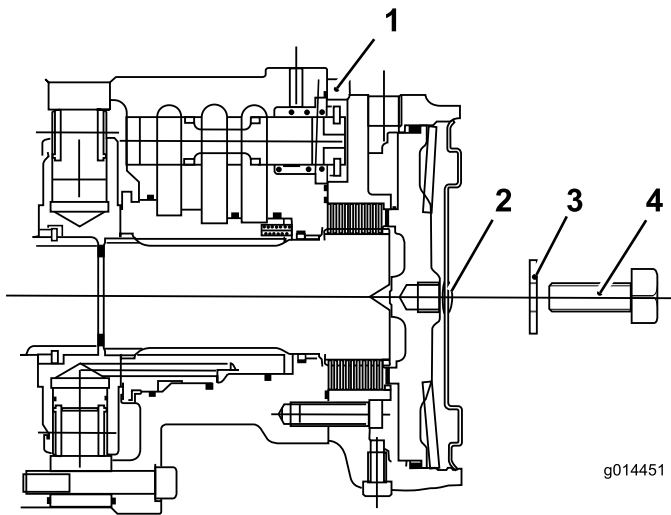

Figura 37
1. Retire el perno de 12 mm x 40 mm y la arandela de 12 mm del taladro en el centro de la placa del extremo del motor (Figura 37).